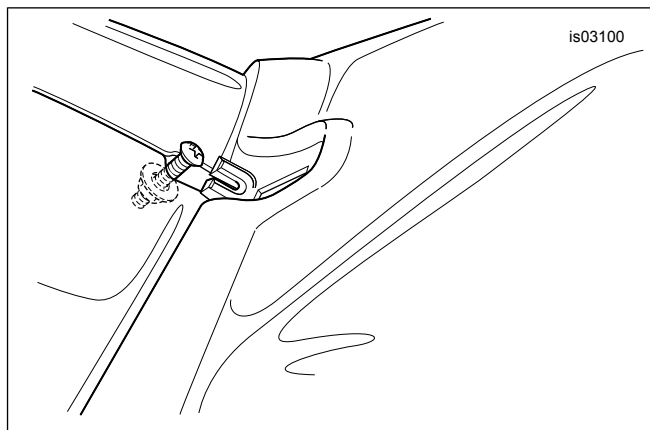

Figure 9. Assemblage du déflecteur d'air à la nacelle (modèles FLHRS)
- d. Consultez Figure 9. En tenant l'assemblage de vis, placez votre main à l'intérieur de la nacelle du phare et insérez **seulement la tête de la vis** à travers l'ouverture pour placer la fente dans l'onglet à l'avant du déflecteur de vent. L'écrou et la rondelle plate doivent rester à l'intérieur de la nacelle. Serrez la vis.